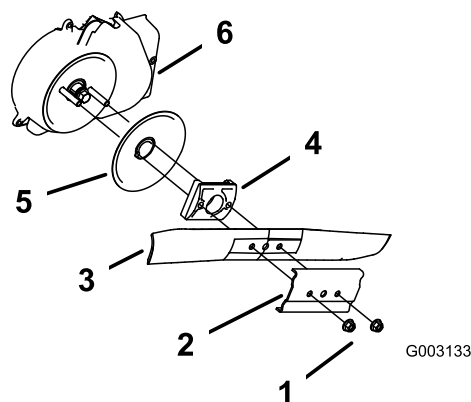

Figure 36
- Retirez les 2 écrous de la lame et le renfort (Figure 36).
- Déposez la lame (Figure 36).
- Déposez le dispositif d'entraînement de la lame et le disque (Figure 36).
- Déposez la protection du débrayage de frein de lame (Figure 36).
- Reposez la lame et le renfort déposés précédemment (Figure 36).